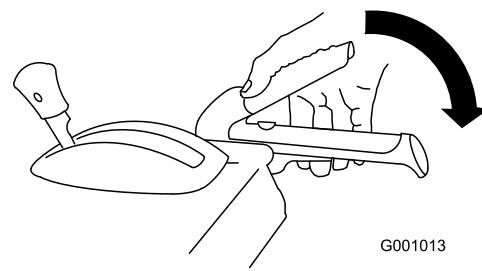

Figure 40
- Pour engager la vis sans fin/turbine, serrez le levier droit (vis sans fin/turbine) contre la poignée (Figure 40).